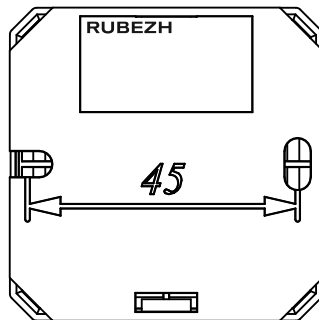

Рисунок 4 – Установочные размеры
- смонтировать изолятор шлейфа на стену, используя отверстия в основании (рисунок 4);